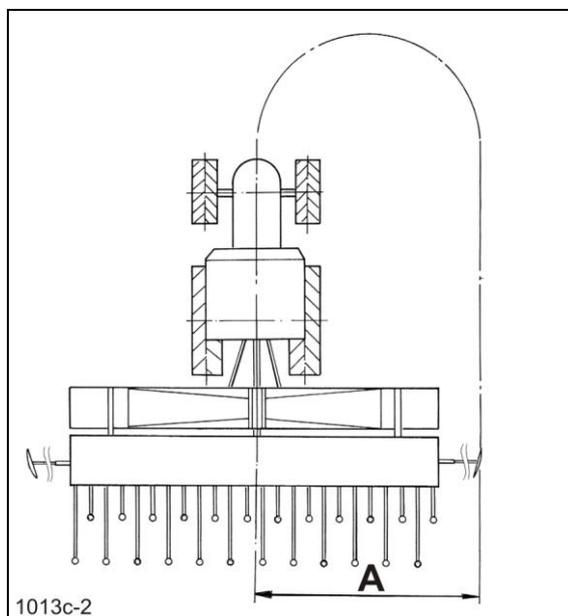

Fig. 301
5. Spuranreißerlänge auf Abstand „A“ (Fig. 301) einstellen.